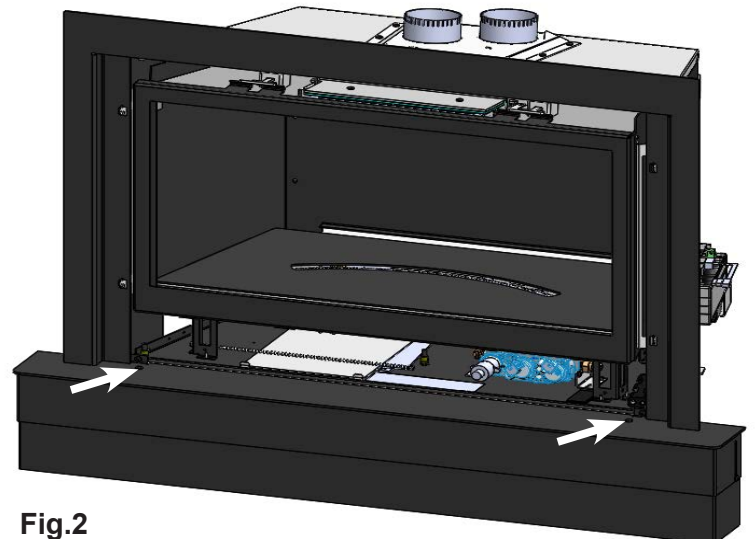

Fig.2
3. Centrez la base à l'avant de l'unité et alignez. Faire x2 trous de montage; une fois en place, fixez la base. **(Fig.2)**